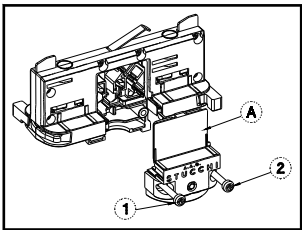

Fig.2 Chiusura dell'adattatore - Pic.2 Adapter closure
Una volta cablato e fissato l'apparecchio all'adattatore, chiuderlo con il rispettivo coperchio (A) utilizzando le due viti (1 e 2), coperchio e viti sono fornite con l'adattatore (fig.2).